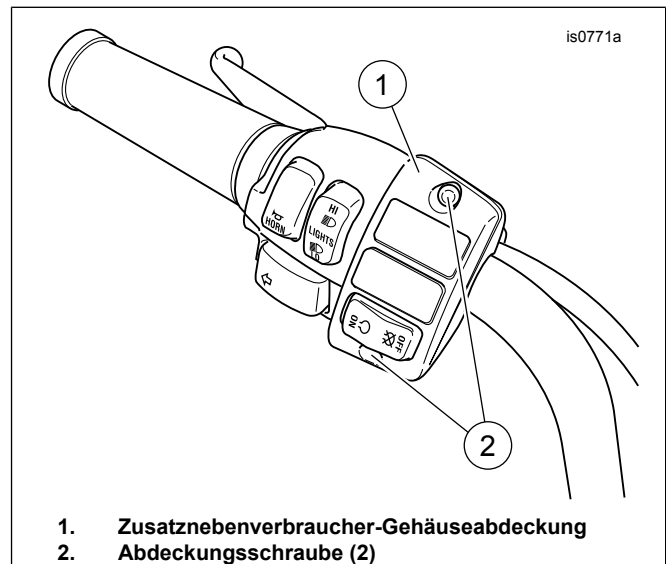

Abbildung 1. Zusatznebenverbraucher-Gehäuse
- b. Siehe Abbildung 1. Mit einem T-25 TORX®-Schraubendreher die zwei Schrauben (2) entfernen, mit denen die Zusatznebenverbraucher-Gehäuseabdeckung (1) befestigt ist, und die Abdeckung entfernen.
- Siehe Abbildung 1. Mit einem T-25 TORX-Schraubendreher die Gehäuseabdeckung (1) mit Hilfe der zwei zuvor ausgebauten Halbrundkopfschrauben (2) einbauen. Die Schrauben auf ein Drehmoment von 4–5 N·m (35–45 in-lbs) anziehen.